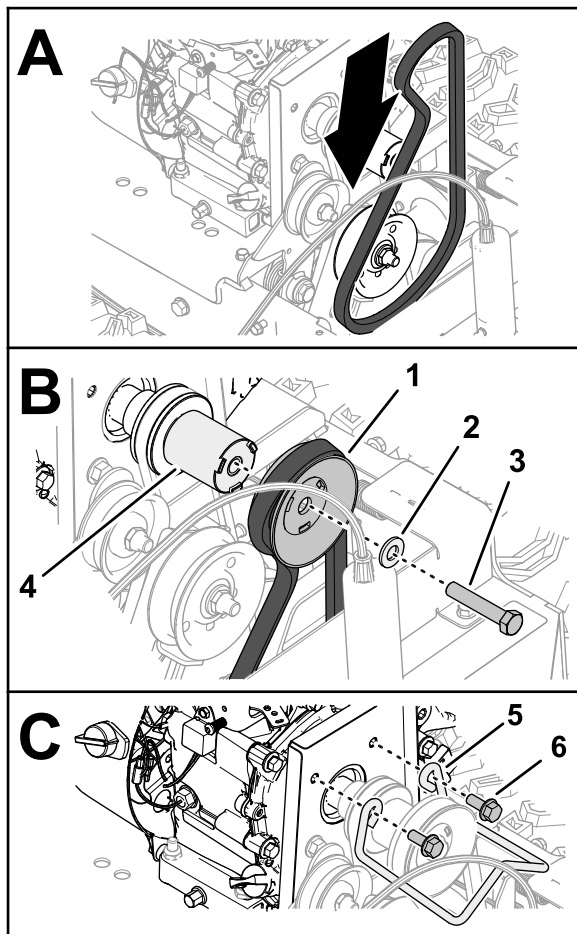

Figura 45
2. Monte la correa de 96 cm en la ranura de la polea del eje de transmisión (Figura 45).
3. Monte la correa en la ranura de la pulea motriz del cepillo (Figura 45).
4. Monte la pulea motriz del cepillo en el espaciador de la pulea (Figura 45).
5. Sujete la pulea y el espaciador al eje de transmisión (Figura 45) con el tornillo ( $\frac{3}{8}$ " x 2").
7. Monte la guía de la correa en el motor con los 2 tornillos con arandela prensada (Figura 45).